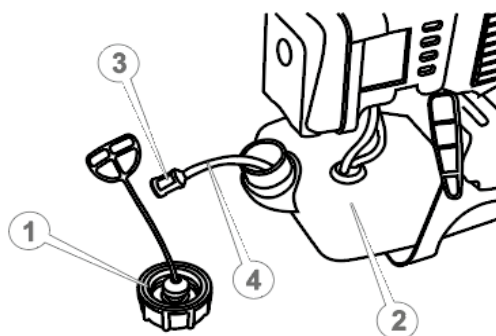

Рисунок 19. Схема обслуговування паливного фільтра
- 1. Відкрутити кришку (1, рис. 19) заливної горловини паливного бачка (2, рис. 19) та обережно виїняти кришку з бачка.
- 2. Використовуючи дріт'яну петлю, обережно витягнути паливний фільтр (3, рис. 19).
- 3. Від'єднати паливний фільтр від паливопроводу (4, рис. 19).